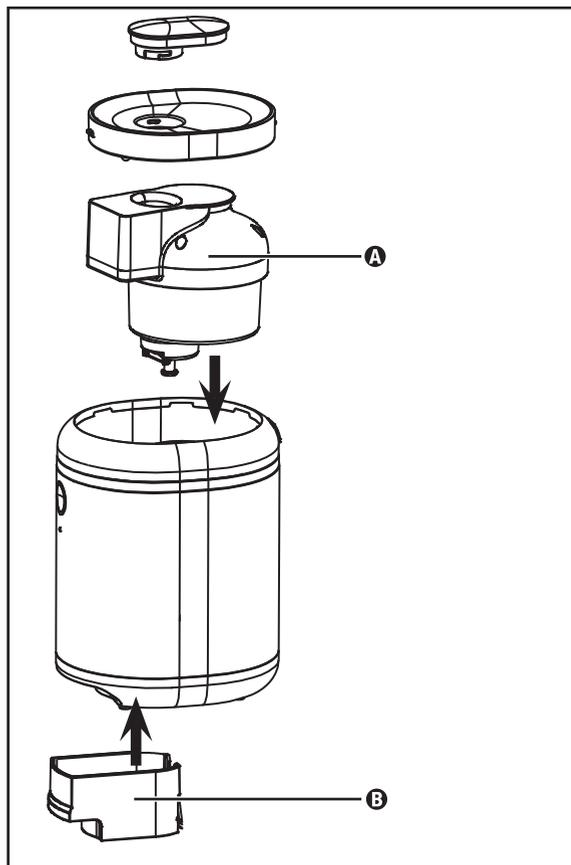

Fig. 4
- Desmonte el aparato para limpiarlo bien (consulte la fig. 4):
- Retire el cierre del orificio de llenado ⑩.
- Pulse el botón de desencastre de la tapa ①.
- Retire la tapa de la carcasa ⑨; para ello, introduzca el dedo en el orificio de llenado ⑧.
- Retire la unidad motriz A de la carcasa ④.
- Dé la vuelta a la carcasa ④ y presione el botón de desencastre de la unidad dispensadora ⑤. Tras esto, puede retirar la unidad dispensadora B con el orificio de salida ⑥.